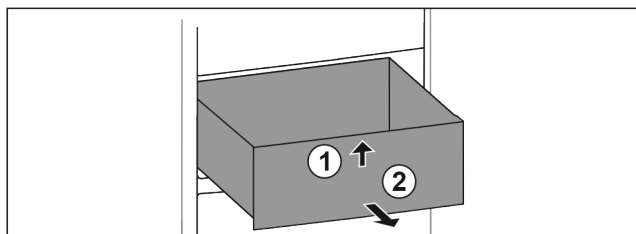

Fig. 118
- ▶ 抬起抽屉前部。 Fig. 118 (1)
- ▶ 朝前取出抽屉。 Fig. 118 (2)